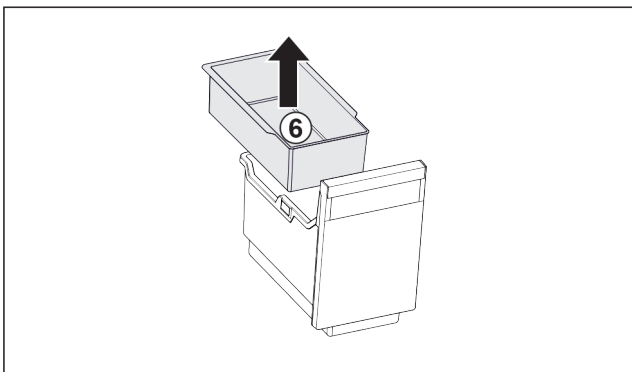

Fig. 101
- ▶ Извлеките Fig. 101 (6) подвесной лоток.